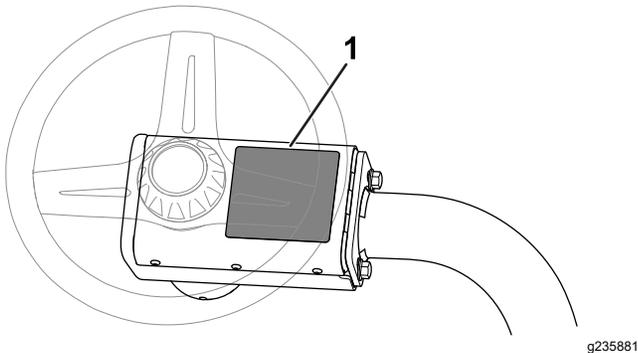

Figura 14
- Coloque la pegatina de advertencia CE (pieza n.º 136-8505) sobre la pegatina de advertencia existente (pieza n.º 136-8506); consulte la Figura 14.